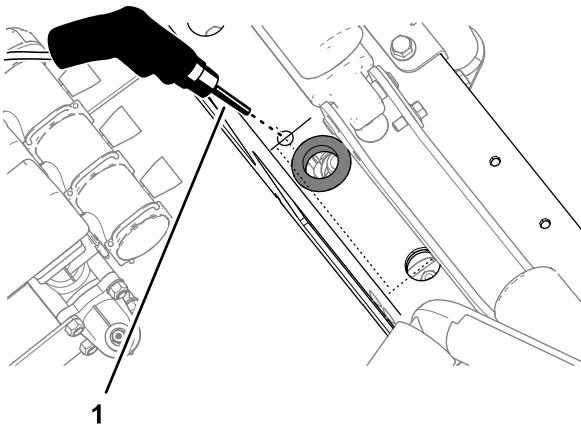

Figure 134
1. Percez un trou de 6 mm en haut du cadre (Figure 134).